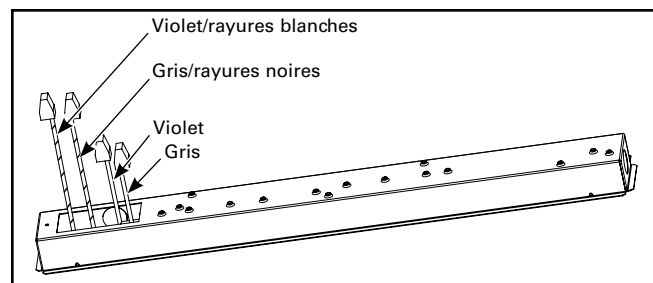

Figure 2.
- 2a. Pour un luminaire sans capteur intégré, repérez quatre fils de commande dotés d'écrous capuchons (violet, gris, rayures violet/blanc et rayures gris/noir). (Figure 2.)
3. Utiliser les écrous capuchons fournis pour raccorder les fils d'entrée violets et gris de 0 à 10 V de la gradation aux fils violets et gris correspondants du luminaire. (Figure 2.)
4. Utiliser les écrous capuchons fournis pour connecter les fils d'entrée de 0 à 10 V de la TC aux fils violets/rayures blanches et gris/rayures noires du luminaire. (Figures 2 et 3.)